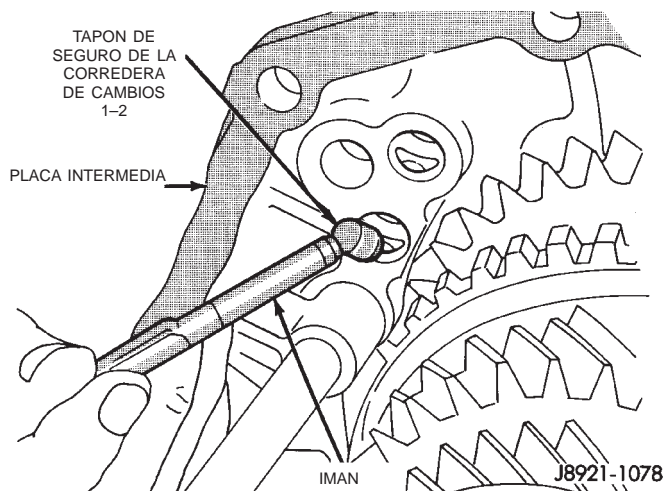

Fig. 76 Desmontaje del tapón de seguro de la corredera de cambios 1-2
(28) Retire de la placa intermedia el pasador de seguro de la corredera de cambios 1-2 (Fig. 76).